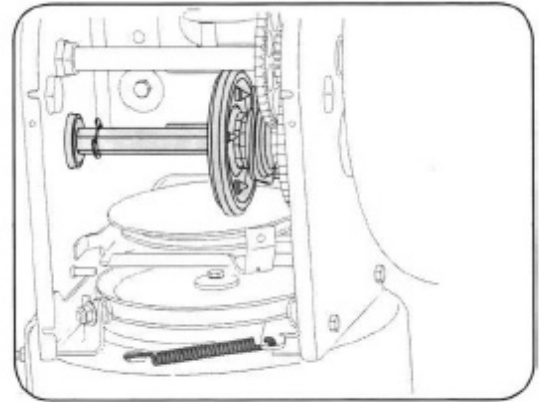

Figure 11
2. Appliquez une légère couche de graisse multi-usages toutes saisons sur l'arbre hexagonal. Voir la figure 11.